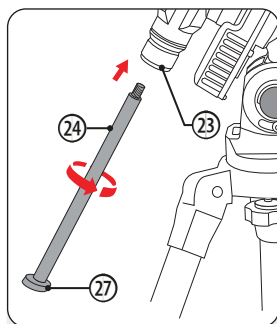

Fig. 11: Gegengewichtsstange
1. Schrauben Sie die Gegengewichtsstange in das Innengewinde (23a) der DEC-Klemmung (23) ein (Fig. 11).